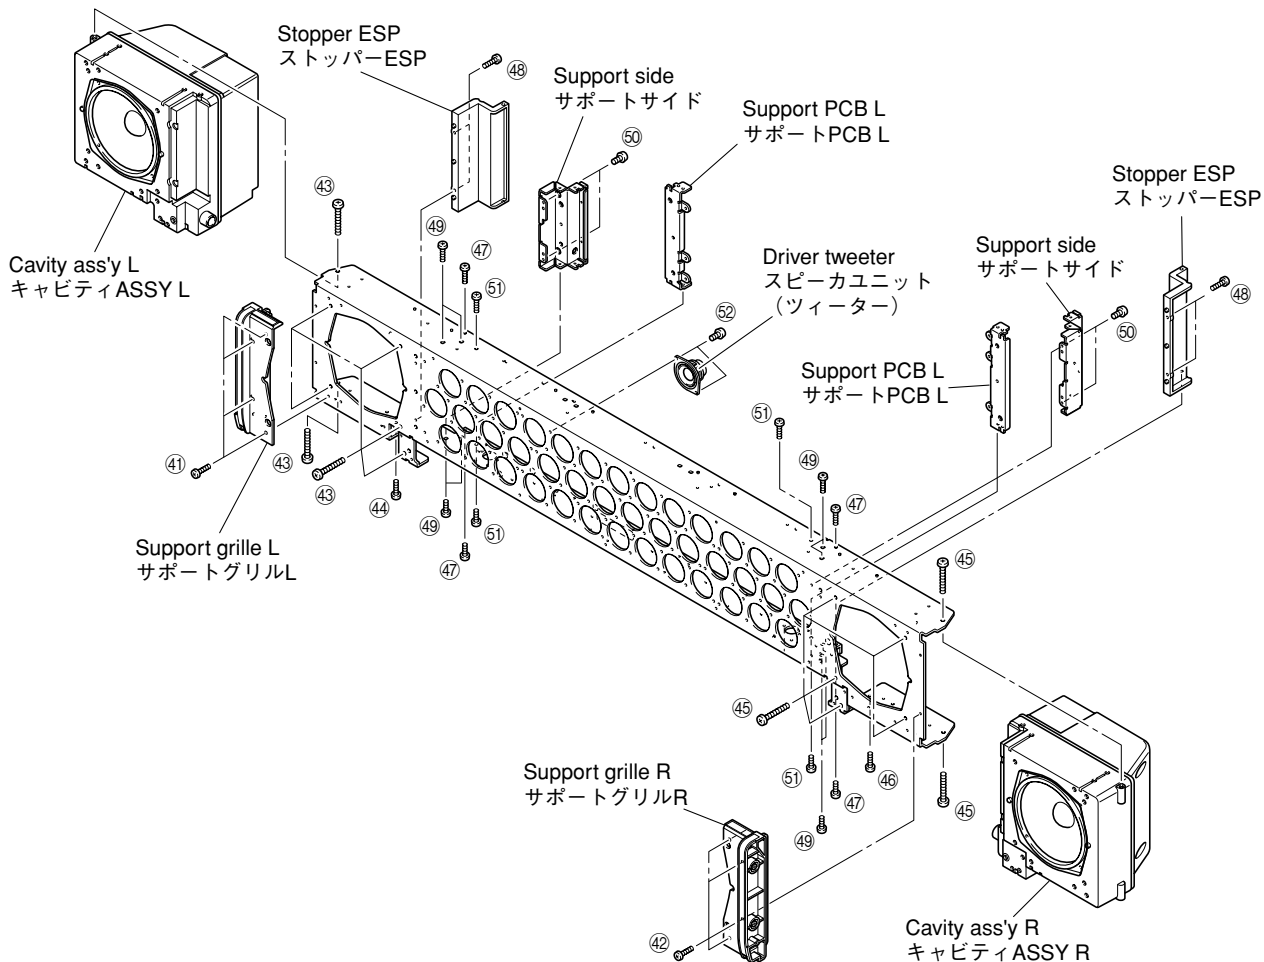

Fig. 15
- Remove 4 screws (41) and then remove the support grille L. (Fig. 15)
- Remove 4 screws (42) and then remove the support grille R. (Fig. 15)
- Remove 7 screws (43), screw (44) and then remove the cavity ass'y L. (Fig. 15)
- Remove 7 screws (45), screw (46) and then remove the cavity ass'y R. (Fig. 15)
- 41のネジ4本を外し、サポートグリルLを取り外します。(Fig. 15)
- 42のネジ4本を外し、サポートグリルRを取り外します。(Fig. 15)
- 43のネジ7本と44のネジ1本を外し、キャビティ ASSY Lを取り外します。(Fig. 15)
- 45のネジ7本と46のネジ1本を外し、キャビティ ASSY Rを取り外します。(Fig. 15)
- Remove 4 screws (47), 4 screws (48) and 2 stopper ESP. (Fig. 15)
- Remove 8 screws (49), 4 screws (50) and 2 support side. (Fig. 15)
- Remove 4 screws (51) and 2 support PCB L. (Fig. 15)
- Remove 2 screws/piece (52). (Fig. 15)
- Remove the driver tweeter. (Fig. 15)
- 47のネジ4本、48のネジ4本を外し、ストッパーESP2個を取り外します。(Fig. 15)
- 49のネジ8本、50のネジ4本を外し、サポートサイド2個を取り外します。(Fig. 15)
- 51のネジ4本を外し、サポートPCB L2個を取り外します。(Fig. 15)
- 52のネジ2本/個を外します。(Fig. 15)
- スピーカーユニット(ツイーター)を取り外します。(Fig. 15)